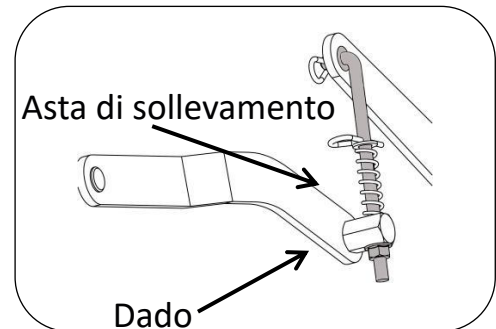

Figura 5.1
3. Regolare il dado di bloccaggio (destro e sinistro) per mantenere il piano in contatto con i blocchi da 26 mm. Vedere la figura 5.1